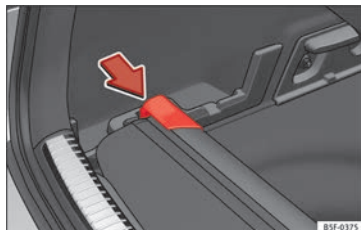

Abb. 123 Im Gepäckraum: Aufnahme zum Verstauen der Gepäckraumabdeckung.
- Drücken Sie auf das Kopfstück der Gepäckraumablage in Pfeilrichtung, bis diese in der dafür vorgesehenen Aufnahme einrastet »» **Abb. 123**.